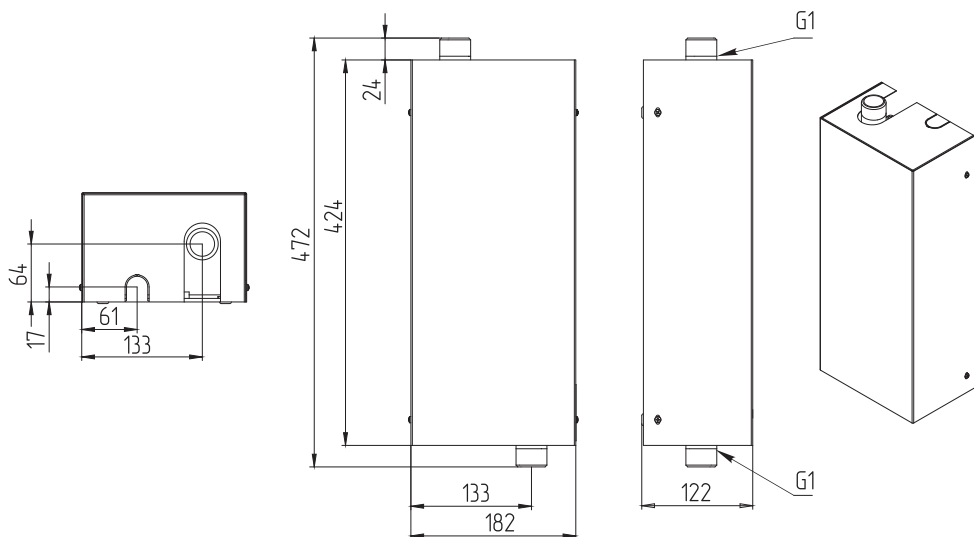
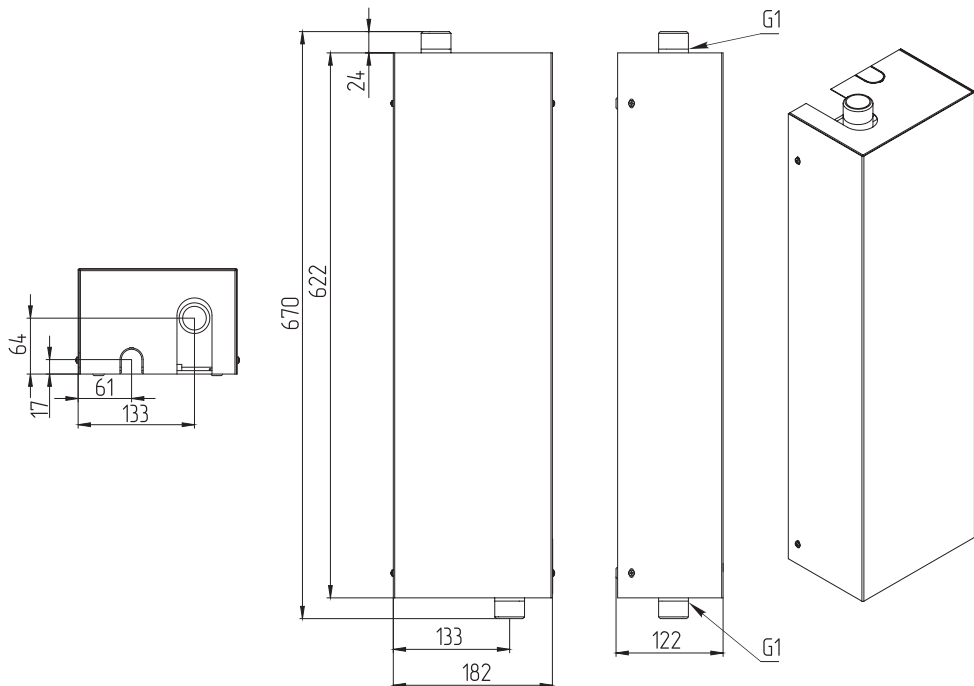
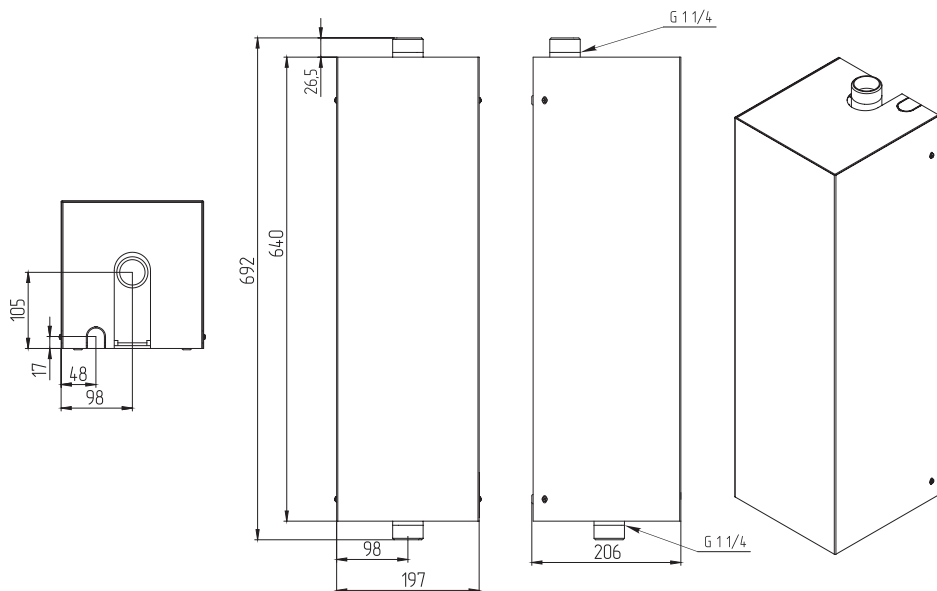

Рис. 6 Габаритные размеры котлов ZOTA Econom 3-6 кВт
Рис. 7 Габаритные размеры ZOTA Econom 7,5-15 кВт
Рис. 8 Габаритные размеры котлов ZOTA Econom 18-48 кВт
- Подсоединить котел к системе отопления. Габаритные и присоединительные размеры котлов указаны на **Рис. 6**, **Рис. 7**, **Рис. 8**;